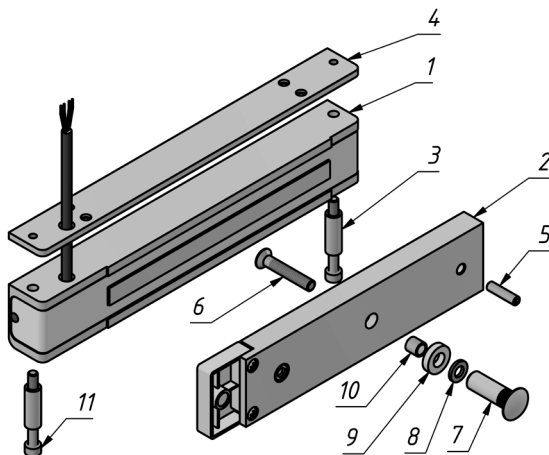

Рисунок 1 – Комплект поставки замка
3.1 Комплект поставки (рисунок 1):
4.5 Вит крепление якоря (поз.6 рис.1) необходимо затянуть с